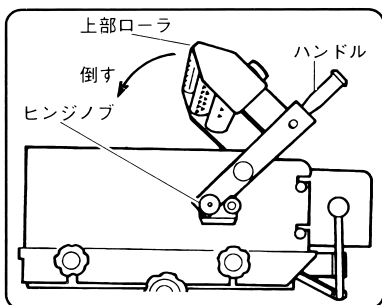
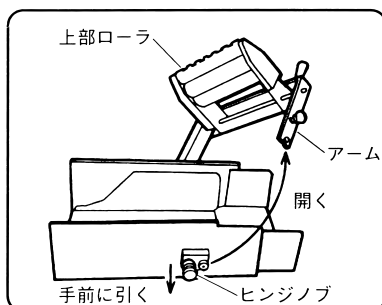

図 11
図 12
(1) 肉箱に肉を入れて、ハンドルを持って上部ローラ（図 11）を倒すと肉をおさえることができます。
(2) 上部ローラは、スライスする肉質、肉の大きさ、形状に応じて 1 本ローラ、2 本ローラ、3 本ローラとして使用することができます。
(3) 肉箱に大きな肉を入れる場合は、図 12 のように上部ローラを開くと便利です。上部ローラは、図 11 の位置までおしハンドルを持ってヒンジノブを手前に引くとアームがはずれ開くことができます。肉を入れた後は、必ずもとの位置にアームをもどしてから上部ローラを倒して肉をおさえるようにしてください。（図 11、図 12）
手動送りレバーを矢印方向に引くと下部コンベア（図 14 参照）と上部ローラ（図 11 参照）がまわり肉が送られます。